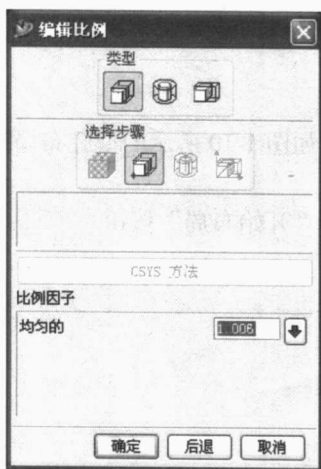

图 1-6 编辑比例对话框
① 在工具栏上单击“收缩率”按钮, 系统弹出编辑比例对话框, 如图 1-6 所示。